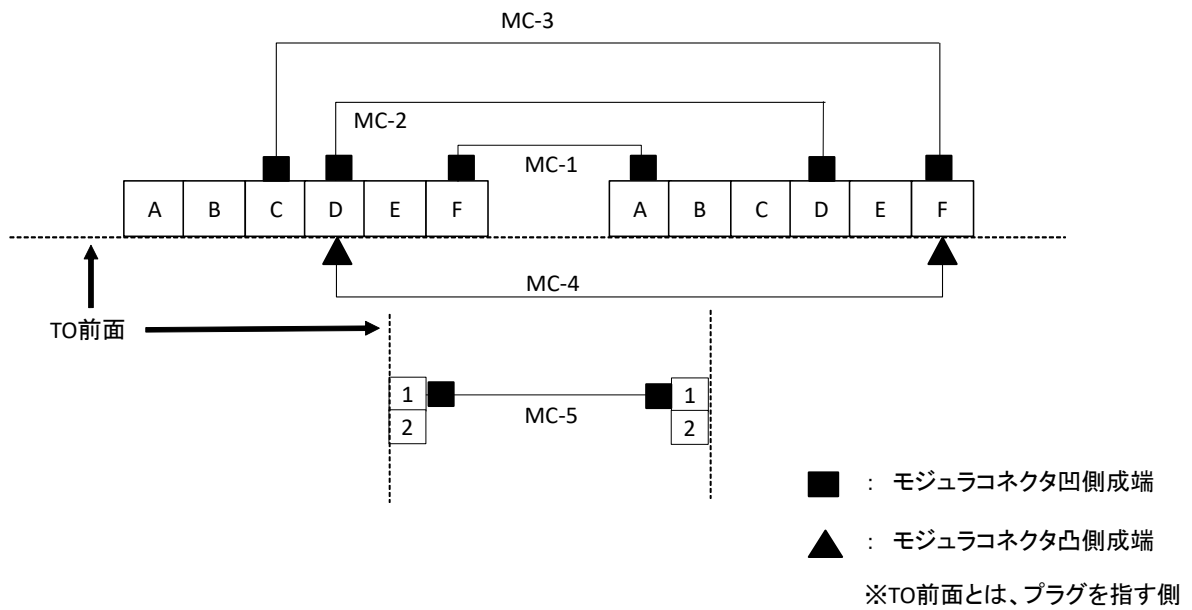

図 4 配線図
- ・ 各 TO の配置・配線は図 3、図 4 に従って行う。
- ・ 図 3、図 4 に従い、モジュラコネクタを配置するとともに、空きポートにブランクチップ(No.17)を取り付けて、TO1 及び TO2 (No.13～16) を組み立てる。
- ・ パッチコード(MC-4)を作成し、図 4 に従い接続する。